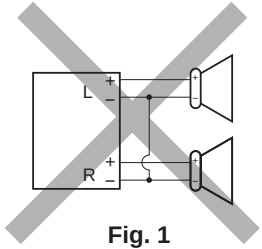
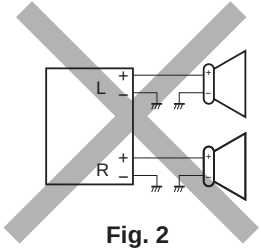

Fig. 1
Fig. 2
- Als de bedrading van de speakers eruitziet zoals hieronder staat afgebeeld in Fig. 1 en Fig. 2, mag het apparaat NIET worden aangesloten met behulp van deze oorspronkelijke speakerbedrading. Als u dat wel doet, zal het apparaat ernstige schade oplopen.
- Si el conexionado de altavoz de su automóvil es como se indica en las Fig. 1 y 2 de abajo, NO conecte la unidad utilizando ese conexionado de altavoz original. Si lo hace, se producirán daños graves en la unidad.
- Se il cablaggio per le casse sulla vettura risulta come illustrato nelle Fig. 1 e 2 qui sotto, NON collegare l'apparecchio usando il cablaggio originale, perché si danneggia seriamente l'apparecchio.